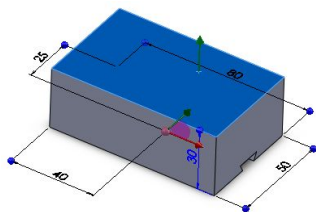

图 4-106 选择草绘平面
(1) 选择底座的上表面为草绘平面，如图 4-106 所示，再单击【特征】工具栏中的 【拉伸凸台/基体】按钮，进入草绘状态。
(2) 单击绘图区上方【视图定向】下拉列表中的 【正视于】按钮，单击【草图】工具栏中的 【边角矩形】按钮，绘制一个矩形，单击 【智能尺寸】按钮，标注尺寸，如图